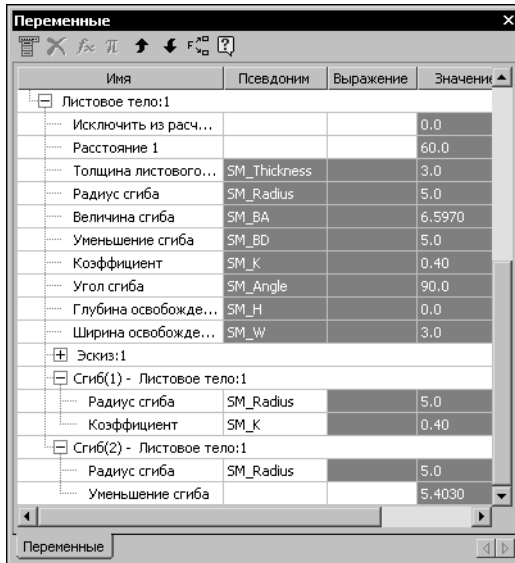

Рис. 87.9. Отображение сгибов в окне переменных
- Сгибы, у которых отключено определение параметров по исходному объекту (см. раздел 89.3.6 на с. 144), отображаются в окне переменных как самостоятельные элементы, подчиненные своему исходному объекту (рис. 87.9). Параметрами этих сгибов являются радиус и параметр развертки. Если значение параметра совпадает с умолчательным, то ему автоматически присваивается умолчательный псевдоним: